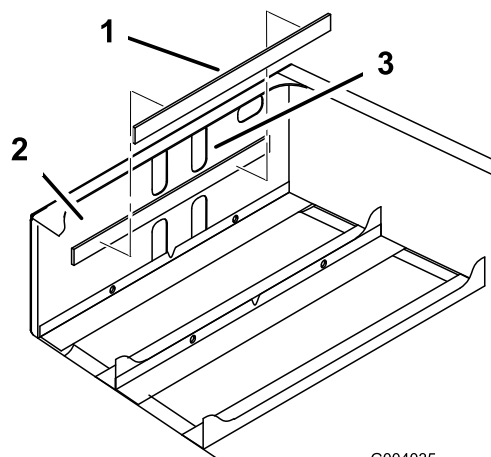

図 5
3. 図 5に示すように、バッテリー・パッドの裏面についている接着シートをはがし、パッドを後フレーム前部の内側に貼り付ける。
注 パッドは、フレーム前部についている上の穴（2つ並んでいる）の下から約6 mm 下に取り付けてください（図 5）。